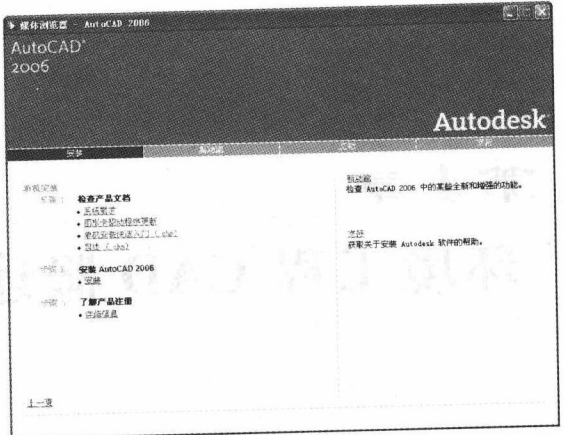

图 1-2 选择单机安装
2) 在安装界面上, 选择“安装”栏的“单机安装”, 显示图 1-2 所示对话框。对话框显示单机安装有三步骤, 可直接点击步骤 2 的“安装”, 启动安装向导。